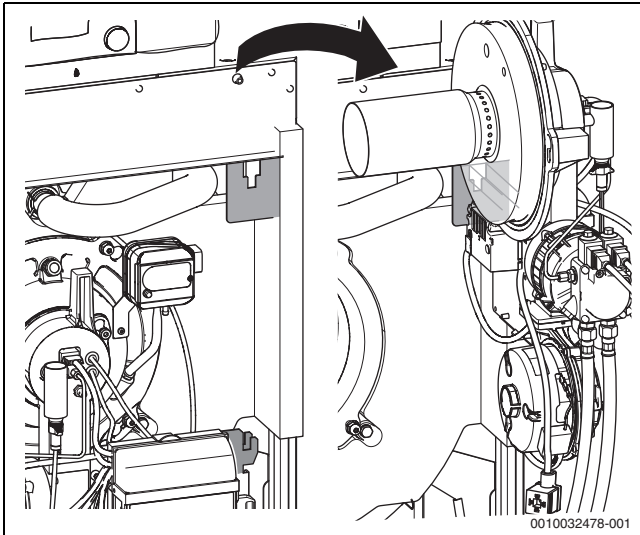

Bild 74 Brenner komplett in Serviceposition 1
- Brenner komplett herausnehmen und in Serviceposition einhängen (→Bild 74).